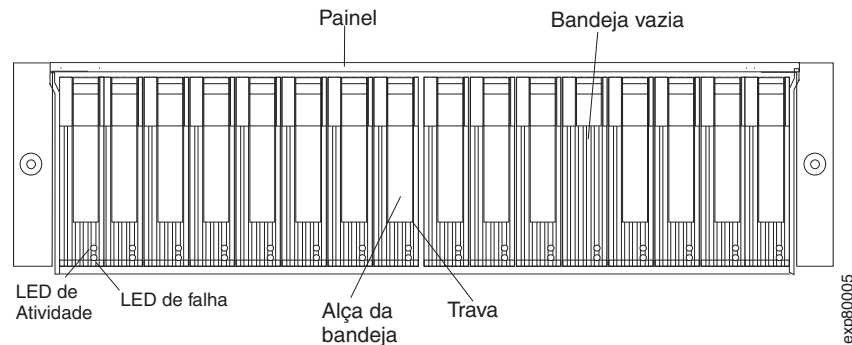

Figura 79. LEDs de E-DDM de hot swap
2. Verifique os LEDs de Falha mostrados em Figura 79. Se algum LED âmbar estiver aceso, consulte o “Resolvendo Problemas” na página 171.